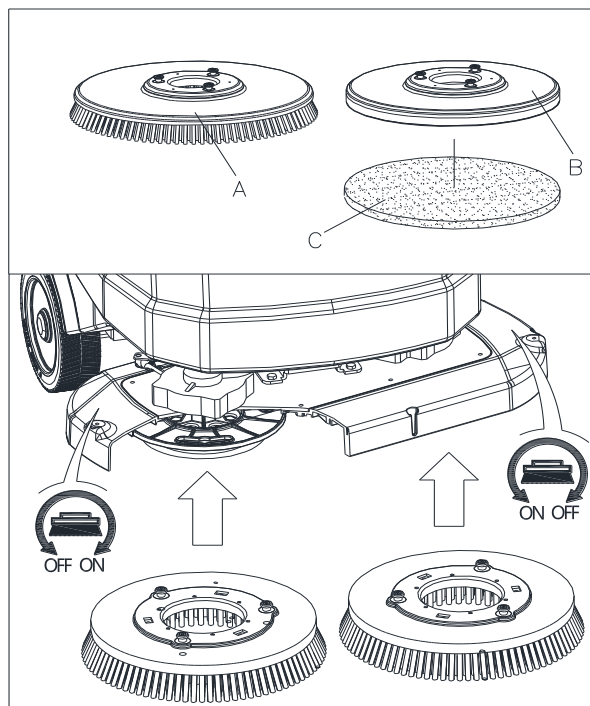

Figura 9
Instalați peria (A, Figura 9) sau suportul de lavetă (B și C, Figura 9) în funcție de tipul de podea ce urmează a fi curățată.
2. Puneți ajustorul de viteză (48) la poziția ralanti prin rotirea sa în sens invers acelor de ceasornic.
3. Puneți periile (A, Figura 9) sau suportul de lavetă (B) sub punte.
4. Utilizați metoda manuală rotind peria/suportul de lavetă în sensul opus sensului normal de rotire, ceea ce permite instalarea. (ca în Figura 9)